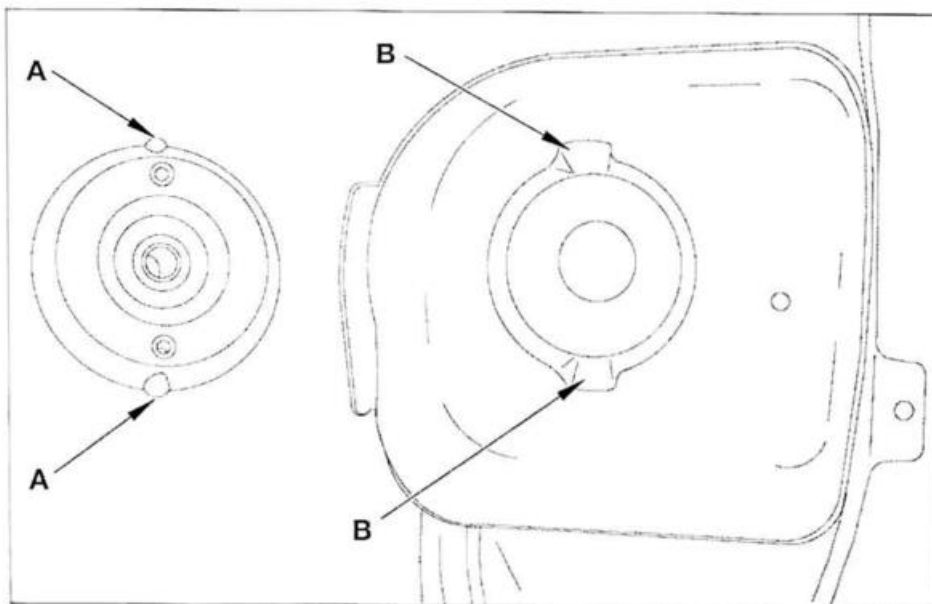

FIG. 3
- Poner los apoyos "A" del soporte de amortiguador en los embutidos "B" del paso de rueda (fig. 3).